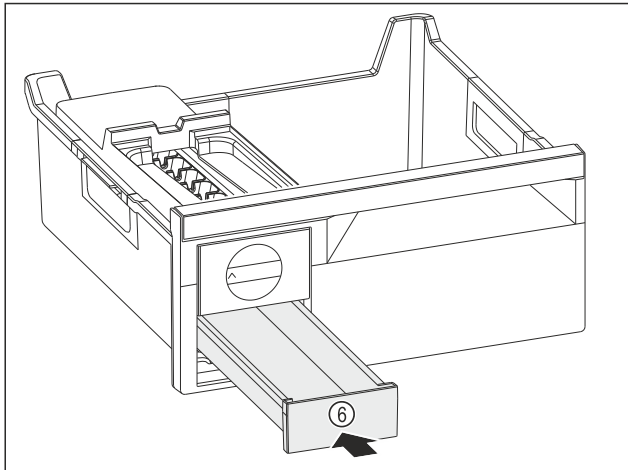

Fig. 81
- ▶ Eiswürfelschubfach Fig. 81 (6) einschieben.